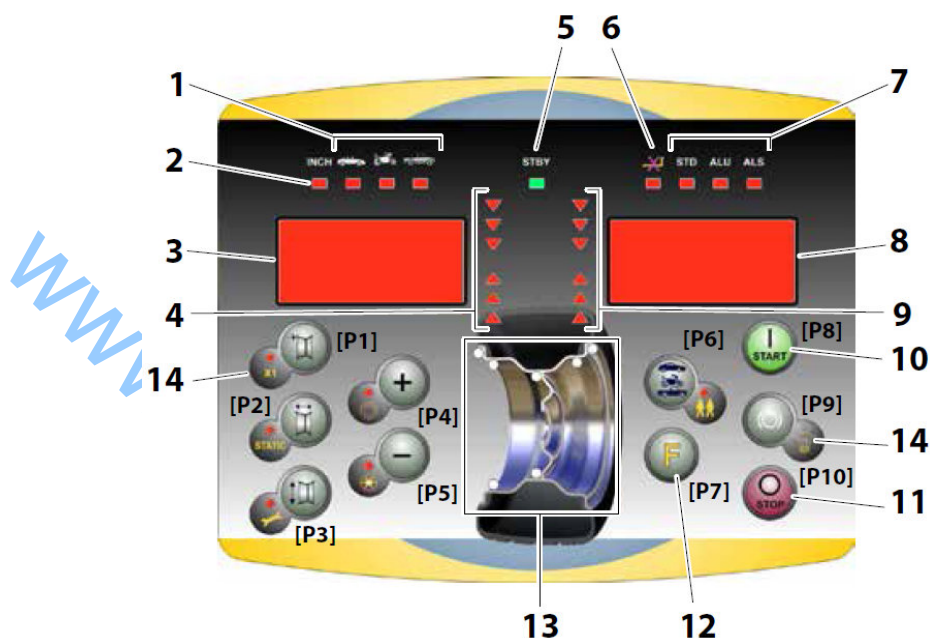

Рисунок 1 – Панель управления
Панель управления станда представлена на Рис.1. Панель управления позволяет оператору давать команды и вводить или изменять данные. Дисплеи панели управления отображают результаты балансировки и сообщения станда. Функции различных участков панели управления описаны в таблице Т1. Задняя часть панели управления содержит CPU-C1 электронный пульт управления, который собирает, обрабатывает и отображает данные.
Рисунок 1а: Пример кнопки с указанием основной и вторичной функции
- Тип программы - Светодиод [7]. См. рисунок 1.
- Вес Дисбаланса - Светодиод [13]. См. рисунок 1.